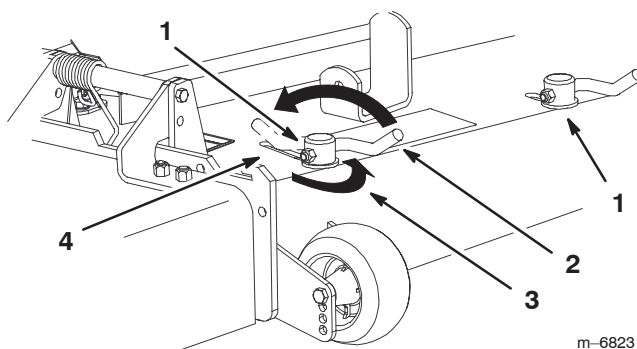

Figure 21
1. Pour régler les verrous à came, soulevez le levier pour desserrer le verrou (Fig. 21).